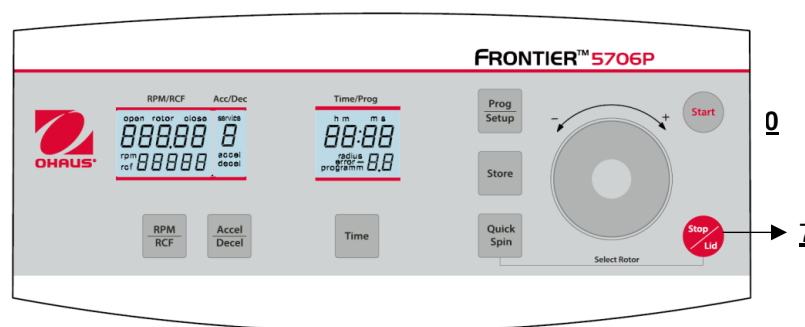

Abbildung 26
Mit der Taste **"Stop/Deckel"** (7) (siehe Abbildung 26) können Sie den Lauf jederzeit unterbrechen. Nach Drücken der Taste bremsst die Zentrifuge mit der jeweils vorgewählten Intensität bis zum Stillstand ab.